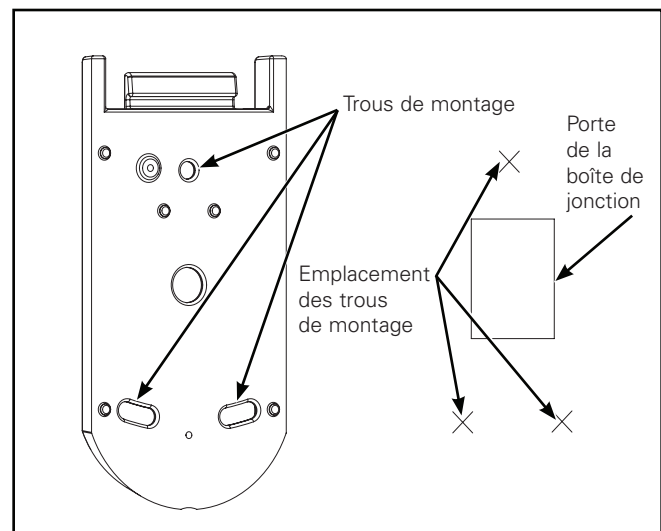

Figure 1
### Consignes d'installation (Figure 1 – Figure 5)
1. En utilisant la plaque de fixation murale comme gabarit, percez trois trous dans le mur (Figure 1). Fixez la plaque au mur à l'aide des dispositifs d'ancrage adéquats (non fournis) en vous assurant que le joint est placé contre la boîte de jonction.